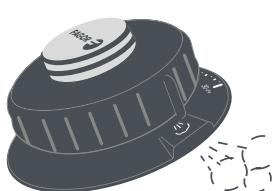

Fig. 15
(Modelo Dual Xpress): Para utilizar a opção automática, rode o regulador de pressão (15) no sentido dos ponteiros do relógio, até alcançar a posição de libertação de vapor ⇨ (Fig. 15).